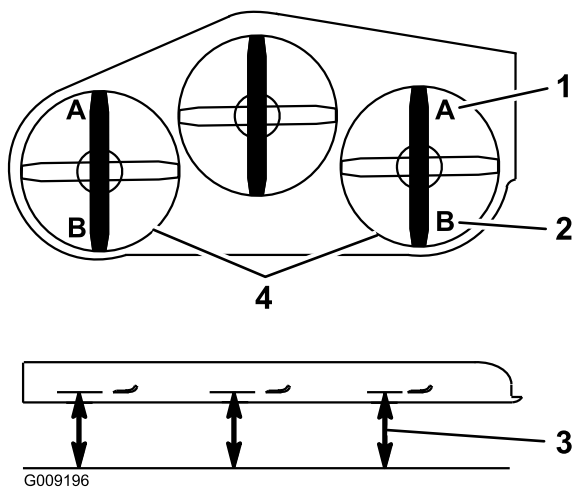

Figura 96
9. Su ambo i lati del piatto di taglio, misurate dalla superficie piana all'estremità anteriore della lama (posizione A), come illustrato nella Figura 96.
15. Su ambo i lati del piatto di taglio, misurate dalla superficie piana all'estremità posteriore della lama (posizione B), come illustrato nella Figura 96.